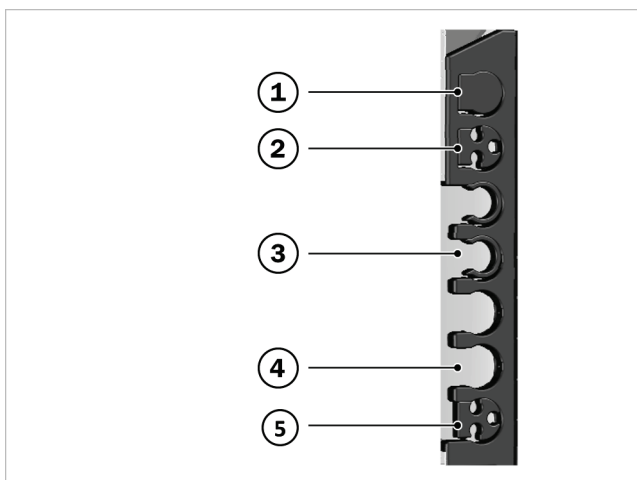

Fig. 41: inserti dei tubi passanti
4. Posizionare l'altra estremità con una riduzione da 3 (vedere → Fig. 41, 2) in modo che passi attraverso un
2. Montare la tubazione del gas con una riduzione da 3 (vedere → Fig. 41, 2) attraverso uno dei passaggi superiori, sul lato destro o sinistro del telaio.